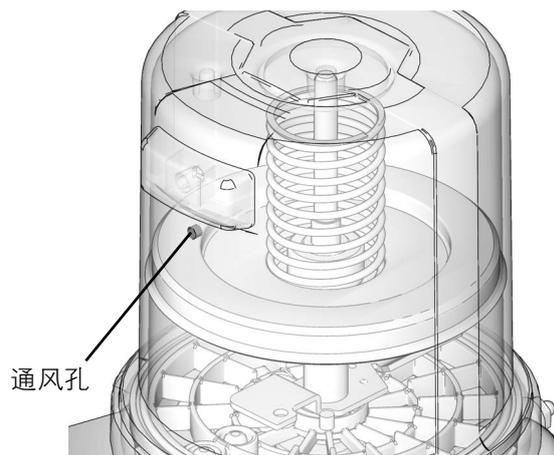

图 16
3. 将润滑脂注入液箱，直到从动板的密封件突破通风孔（图 16），大多数空气从液箱中排出。